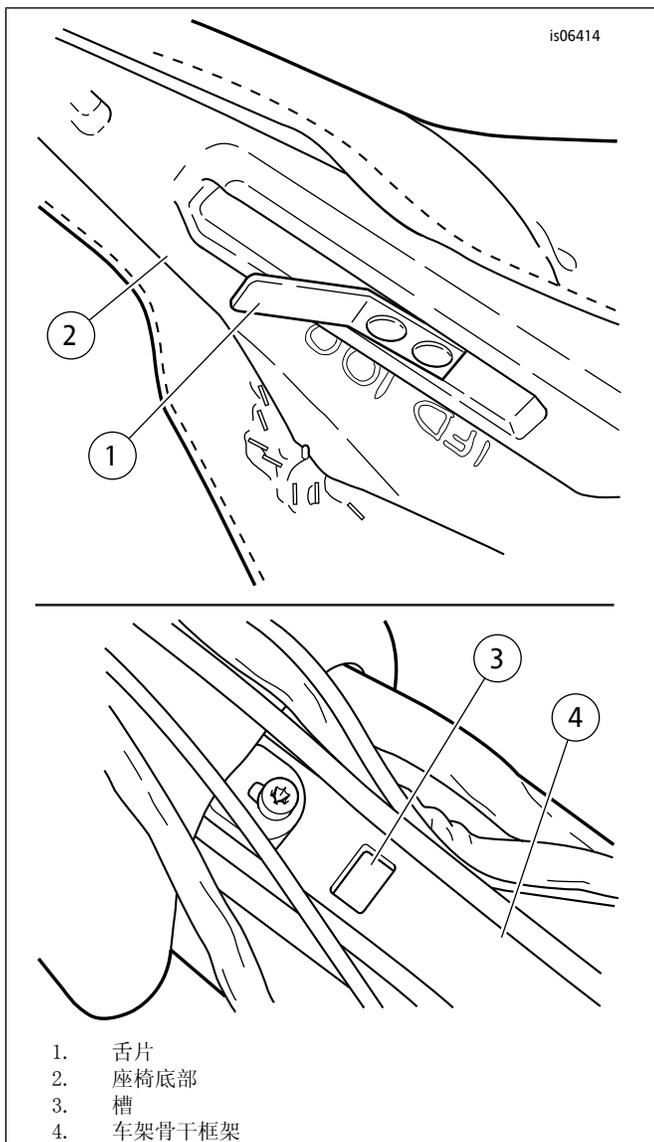

图2。座椅前底架
5. 参见图2。对于配有Tour-Pak但没有后扬声器的车型：对于配有Tour-Pak和后扬声器的车型：对于没有Tour-Pak的车型：向后滑动座椅以使座椅前部的舌片(1)从车架骨干框架(4)的缝槽(3)脱离，然后从车架拆下座椅。
4. 参见图2。对于没有Tour-Pak的车型：用力向下和向后推动座椅前端，直到舌片(1)卡入车架骨干框架(4)的缝槽(3)中。对于配有Tour-Pak的车型：配有后扬声器的车型